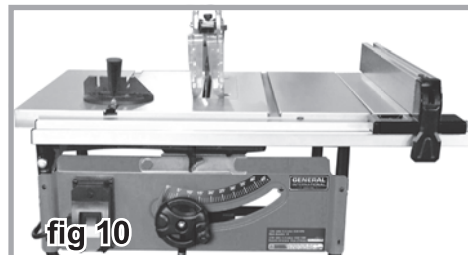

fig 10
4. L'installation du guide de refente conventionnelle est à droite de la lame comme montré à la figure 10, bien que des circonstances ou des préférences puissent dicter une monture gauche..